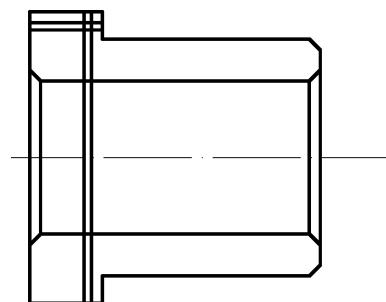
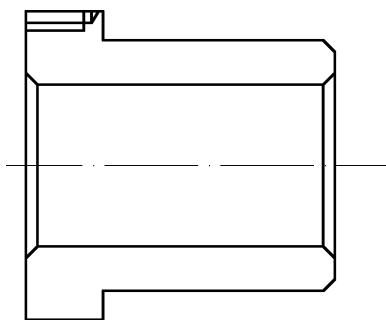

图11-37 绘制构造线示例
图11-38 绘制螺孔示例
2) 绘制定位螺孔。选择“绘图”面板→“构造线”命令，输入0，指定最上水平线，偏移距离为“3.5”和“5”，绘制水平构造线；再指定左端线，偏移距离为“15”和“17”，绘制垂直构造线，绘制结果如图11-37所示。然后选择“修改”面板→“修剪”命令，修剪多余线条，执行结果如图11-38所示。